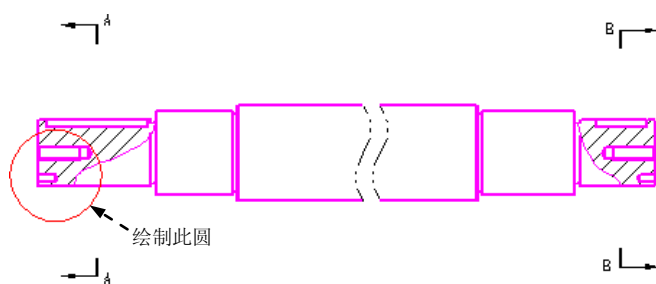
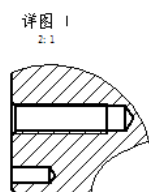

图 10.2.14 定义剖切范围
图 10.2.15 创建局部放大图 1
(1) 选择命令。选择 **主页** 选项卡 **图纸视图** 区域中的 局部放大图 命令，系统弹出“局部放大图”命令条。
(2) 定义放大比例。在“局部放大图”命令条“比例”下拉列表中选择 **2:1** 选项。
(3) 绘制剖切范围。在“局部放大图”命令条中单击 按钮，在视图中单击一点定义圆心，然后单击另一点绘制图 10.2.14 所示的圆作为剖切范围。
(4) 放置视图。选择合适的位置单击以放置局部放大图，完成操作。
(5) 设置视图属性。右击局部放大视图，然后在系统弹出的快捷菜单中选择 属性 命令，单击 **常规** 选项卡，取消选中 ☐ 显示图纸视图的边界 **(B)** 复选框；单击 **标题** 选项卡，选中 **属性** 区域视图比例后的 ☒ 复选框，单击 **确定** 按钮，结果如图 10.2.15 所示。